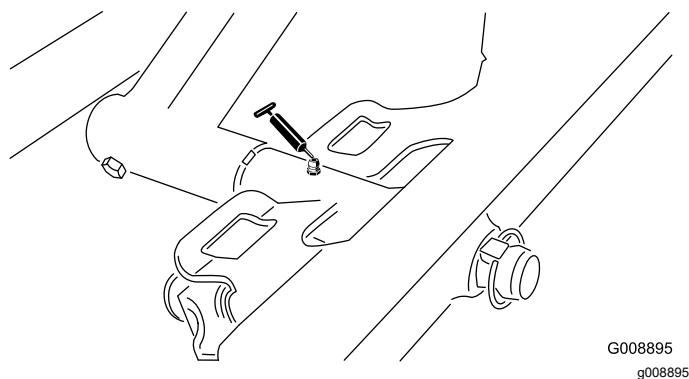

Figura 32
- Pivote de la unidad de corte delantera (Figura 32)